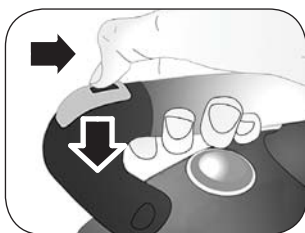

Fig. 6
- 1 Posizionare la manopola di regolazione vapore (K) sul valore MAX.
- 2 Impostare la temperatura di stiratura tramite la manopola di regolazione (F) oltre il simbolo (•••).
- 3 Attendere che la spia (C) del ferro sia spenta.
- 4 Attendere l'accensione della spia pronto vapore (M).
- 5 Premere il pulsante vapore (D) e spostare il cursore (E) verso il manico (Fig. 6). Il cursore (E) bloccherà il pulsante provocando l'uscita di un getto di vapore continuo e costante.